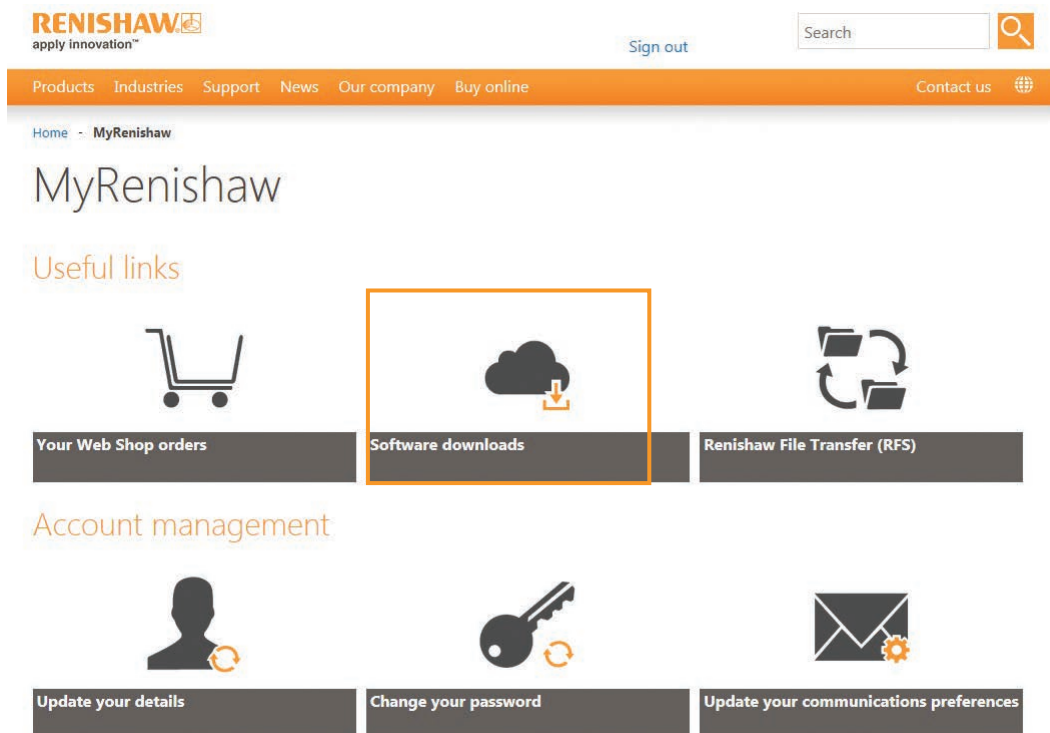

Abbildung 2 „Software downloads“ wählen
3. Wählen Sie **Software downloads** (siehe Abbildung 2).